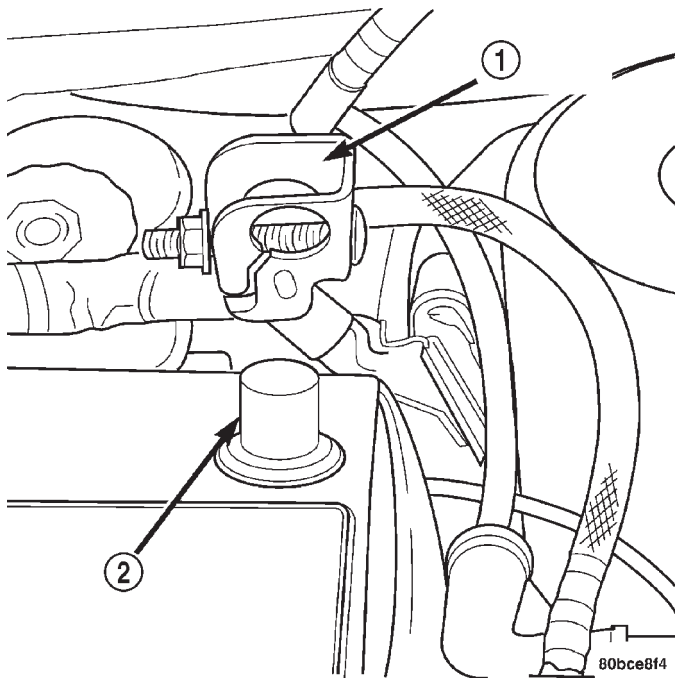

Fig. 1 DESMONTAJE E INSTALACION DEL CABLE NEGATIVO DE LA BATERIA
- (1) Desconecte y aísle el cable negativo de la batería (Fig. 1).
- (2) Levante completamente la tapa del maletero.
- (3) Desenchufe el conector del solenoide.
- (4) Retire los dos tornillos de instalación del solenoide.
- (5) Retire el solenoide del vehículo.
- (1) Instale el solenoide en el vehículo.
- (2) Instale los dos tornillos de fijación del solenoide.
- (3) Conecte el conector al solenoide.
- (4) Cierre la tapa del maletero.
- (5) Conecte el cable negativo de la batería (Fig. 1).